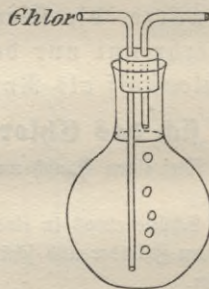

Fig. 26.
**\* Versuch 2** (Fig. 26): Nachdem die übrigen Versuche mit Chlor beendet sind, leite einen langsamen Chlorstrom etwa  $\frac{1}{4}$  Stunde lang, wie aus der Figur ersichtlich, in eine mit kaltem Wasser bis unter die Mündung gefüllte Biterflasche. Das austretende Gas leite in einen Abzug oder in eine mit Sodablösung gefüllte Flasche, durch die das überflüssige Chlor absorbiert wird.